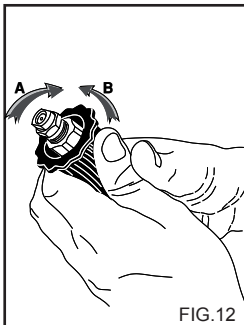

FIG.12
UTILISATION DU BOUTON DE REGLAGE (fig. 12)
2) Actionner le nettoyeur haute pression, ouvrir le robinet du détergent (s'il est présent), activer la commande d'aspiration du détergent présente sur la lance (fig. 12) et répandre la solution sur la surface à laver en procédant de bas en haut. Laisser agir quelques minutes.